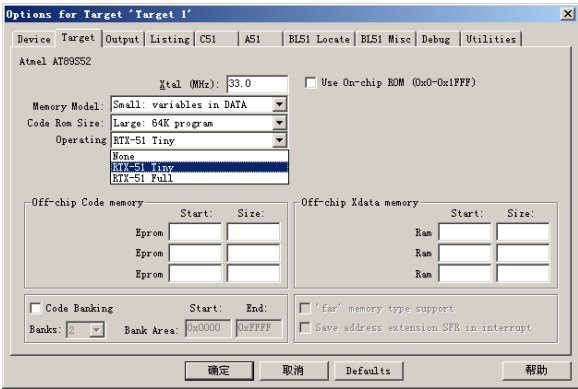

图 20-1 选择目标操作系统
(1) 选择“Project”→“Options for Target ‘Target 1’”命令，此时弹出“Options for Target ‘Target 1’”对话框，如图 20-1 所示。